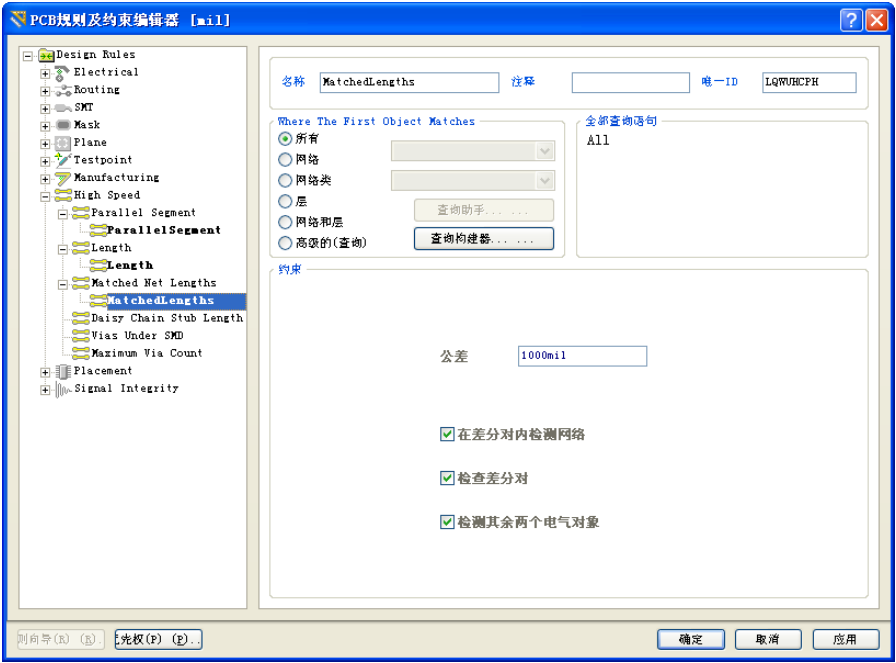

图 9-30 “Matched Net Lengths” 设置
(3) “Matched Net Lengths (匹配网络传输导线的长度规则)”：用于设置匹配网络传输导线的长度，如图 9-30 所示为该规则的设置界面。在高速 PCB 设计中通常需要对部分网络的导线进行匹配布线，在该界面中可以设置匹配走线的各项参数。
- “Gap（间隙）”选项：如图 9-30 所示，默认值为 20mil。